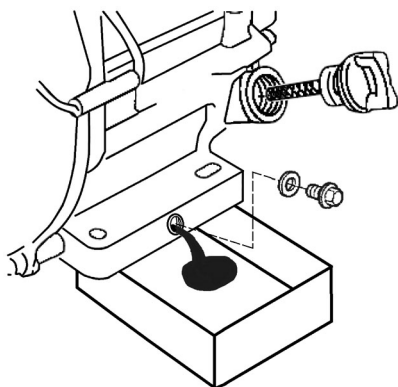

Рис. 13 Замена масла в двигателе
4. Открутите пробку для слива масла и слейте отработанное масло в подготовленную для этого емкость (Рис.13).